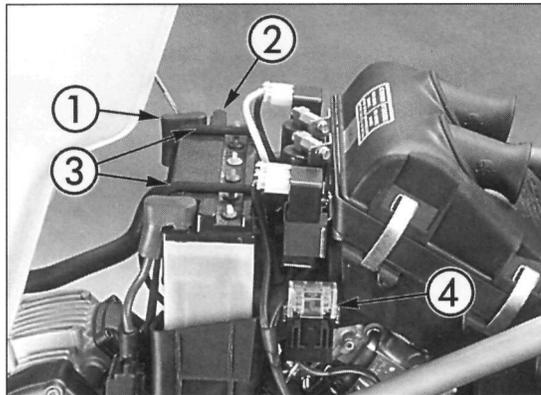

Bild 40
- Zuerst negatives Batteriekabel (Minuspol) abklemmen, den Entlüftungsschlauch abziehen und Spanngummis  Bild 40 aushängen.